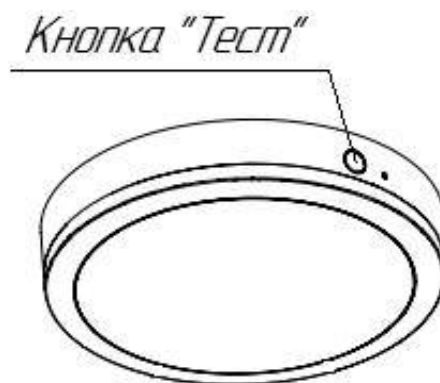

Рисунок 7- Установка светильника серии ДБО96
5.11 В светильнике присутствует ручное тестирование аварийного режима, с помощью кнопки "TEST" которая располагается на торце светильника, можно проверить работоспособность аварийного режима (рисунок 7). Выключите светильник, нажмите кнопку. Источник питания светильника переключится в аварийный режим, напряжение на светодиодные модули будет подаваться от аккумулятора. Для возврата в рабочий режим, отпустите кнопку ручного тестирования.